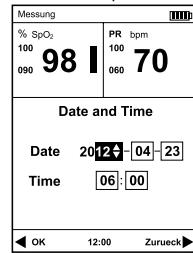

Abb.4-2
2. Drücken Sie die Navigationstaste, um "Datum und Uhrzeit" Element zu selektieren, und dann die OK-Taste drücken, um in die Zeit-Setup-Bildschirm einzugehen, siehe Abb.4-2.